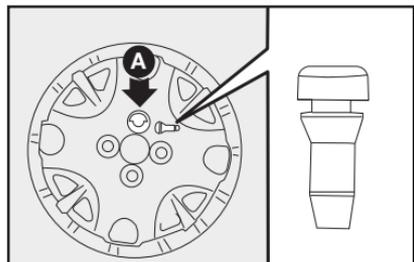

fig. 21
8) Coloque a presión la taza de la rueda en la llanta, haciendo coincidir el símbolo , grabado en el interior de la taza, con la válvula de inflado; de esta forma, el orificio más grande de la taza **A**-fig. 21 pasará a través del tornillo colocado anteriormente.